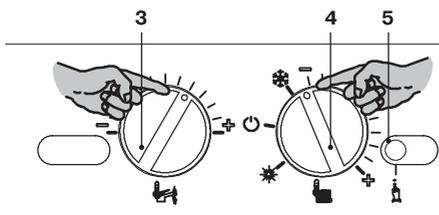

Рисунок 7.5
- Чтобы настроить давление розжига горелки, войдите в режим программирования, нажав и удерживая в течение 15 секунд кнопку сброса 5 (Рисунок 7.5), пока на ЖК-дисплее не появится параметр P01. На ЖК-дисплее последовательно отобразятся следующие символы (параметр P01 будет загораться поочередно с ---).
- Нажмите кнопку сброса 5 (Рисунок 7.5) и пролистайте параметры до P14, предназначенного для настройки давления розжига горелки. На ЖК-дисплее последовательно отобразятся следующие символы (параметр P14 будет загораться поочередно с цифрой 135).
- Чтобы изменить настройку, поверните регулятор температуры в системе горячего водоснабжения 3 (Рисунок 7.5) и установите ее в выбранное положение.